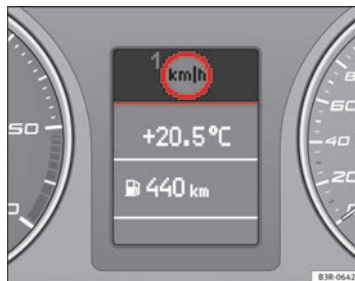

Abb. 57 Im Bildschirm: Geschwindigkeitswarnanlage
Die Geschwindigkeitswarnanlage warnt den Fahrer, wenn er eine zuvor abgespeicherte Höchstgeschwindigkeit überschreitet. Sobald die Geschwindigkeit den abgespeicherten Wert um etwa 10 km/h überschreitet, ertönt ein akustisches Warnsignal. Gleichzeitig erscheint im Display ein Warnsymbol ⇒ Abb. 57.
Das Geschwindigkeitswarnsymbol im Display  $\ominus$  der Warnschwelle 1  $\Rightarrow$  Abb. 57 erscheint beim Überschreiten der gespeicherten Höchstgeschwindigkeit. Es erlischt wieder, wenn die Geschwindigkeit unter die gespeicherte Höchstgeschwindigkeit verringert wird.
- Die CHECK-Taste so lange drücken, bis das Symbol  $\Rightarrow$  Abb. 57 erscheint.